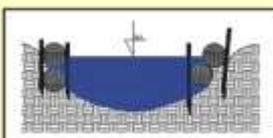

Figura 5 - Proteção de cursos d'água e reservatórios.
**Proteção das margens de reservatórios e cursos d'água:** É aplicada nas margens, em um ou mais camadas, de acordo com o nível entre a margem e o nível d'água. O local deve ser regularizado, evitando-se também uma valeta de encaixe para o Bermalonga®. A fixação é feita com grampos de aço, bambu ou madeira, tendo o comprimento suficiente para atingir o solo coeso. Caso necessário, deve-se executar o amarração com arame, evitando que qualquer pessoa atinja o Bermalonga® do local. Após a fixação e ancoragem, podem ser feitos o armazenamento de solo atrás do Bermalonga®, com aplicação de fertilizantes e sementes, inclusive sobre o Bermalonga® (Figura 5).